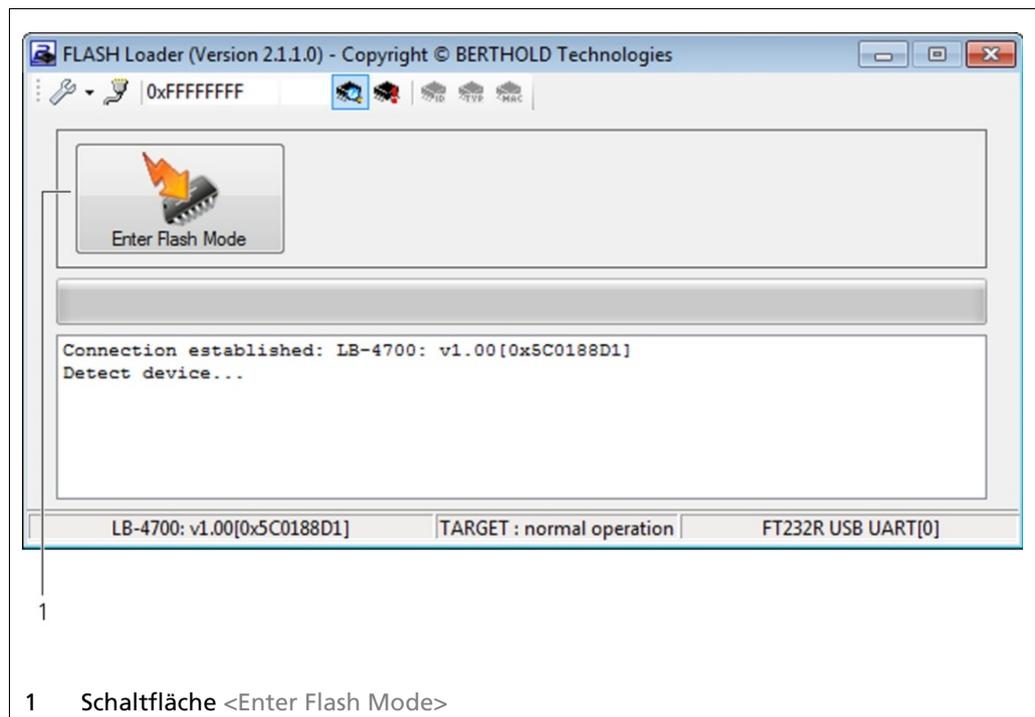

Abb. 14 Flash Loader Verbindungsaufbau
11. Klicken Sie auf die Schaltfläche <Enter Flash Mode> (Abb. 14, Pos. 1).